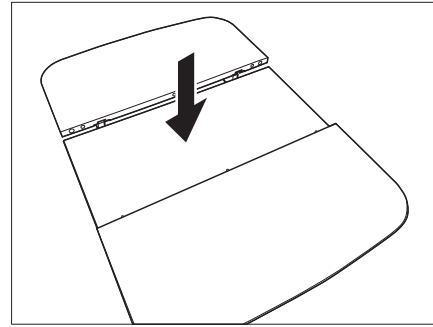

Fig. 103 Abaisser la partie médiane
- Presser la partie médiane de la table fortement vers le bas (Fig. 103). La partie médiane est poussée vers le haut par la force du ressort.
- Presser la partie médiane de la table fortement vers le bas. La partie médiane se verrouille dans la position inférieure (Fig. 103).